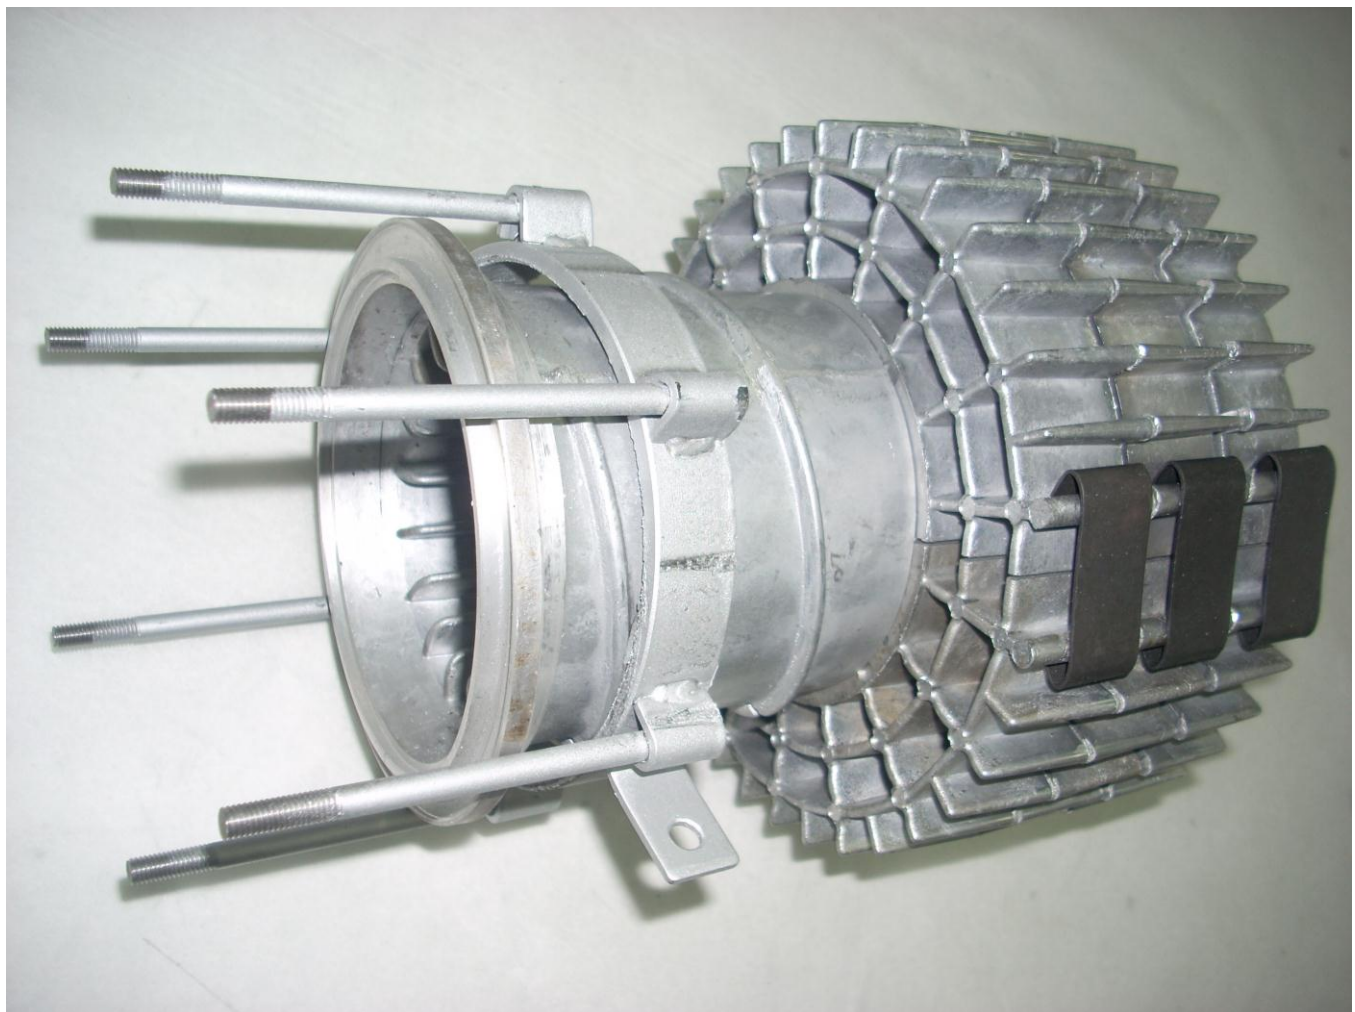

Рис.12 – Теплообменник в сборе с радиаторами и кольцом.
Теплообменник (рис. 12) предназначен для передачи тепла от горячих газов, образовавшихся от сгорания топливовоздушной смеси к радиаторам, которые в свою очередь передают тепло воздушному потоку, проходящему вдоль ребер радиаторов.
- проверить герметичность соединения между корпусом топливного насоса и входным штуцером (см. рис.12). Проверку производить воздухом давлением не более 1кгс/см^2 . Давление подводить со стороны входа при этом выходной штуцер заглушить. Если соединение негерметично необходимо заменить прокладку в штуцере (см. рис 12).